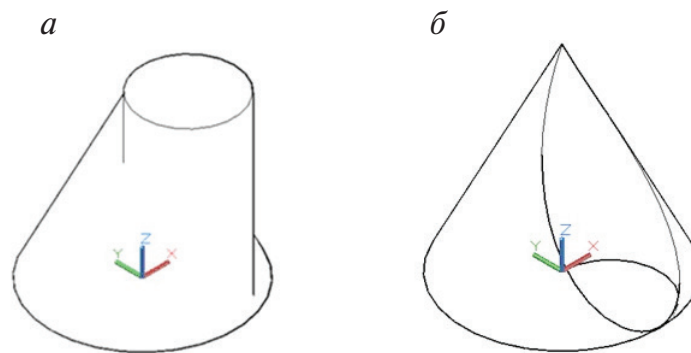

Рис. 171. Команда Вычитание:
**ВЫЧИТАНИЕ** Выберите объекты: ↵ (рис. 171, б).